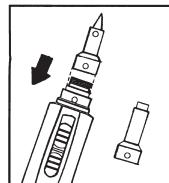

Fig. 4
2. Skru fast hodet for lodd med passende loddespiss eller spissen for varmluft på brennerhodet. Se fig. 4.